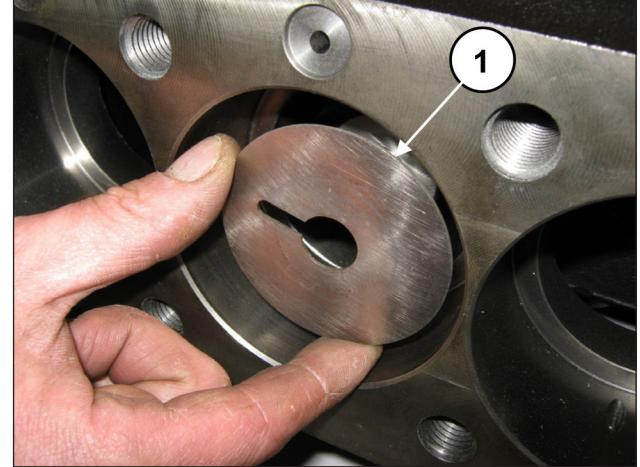

Fig. 174
Separare il supporto guarnizioni dalla camicia (pos. ①, Fig. 174) per accedere alle guarnizioni di pressione (pos. ①, Fig. 175).